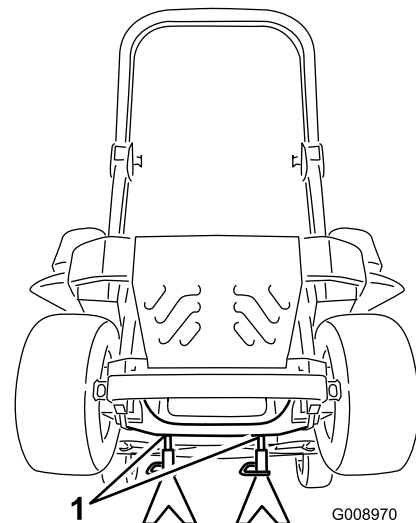

Bild 83
3. Heben Sie die Maschine an und stützen Sie sie mit Achsständern ab (Bild 83).
9. Entfernen Sie die Achsständer und senken Sie die Maschine ab (Bild 83).